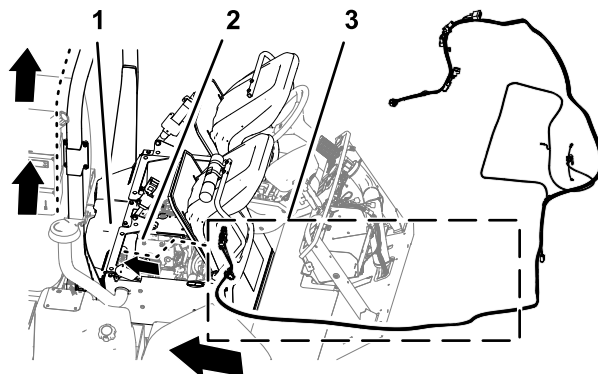

Figure 139
1. Acheminez la branche de 302 cm (119 po) du faisceau de données dans le côté droit du compartiment moteur (à côté du filtre à air du moteur) et vers l'arrière, sous la partie inférieure droite du carénage arrière du moteur (Figure 139).